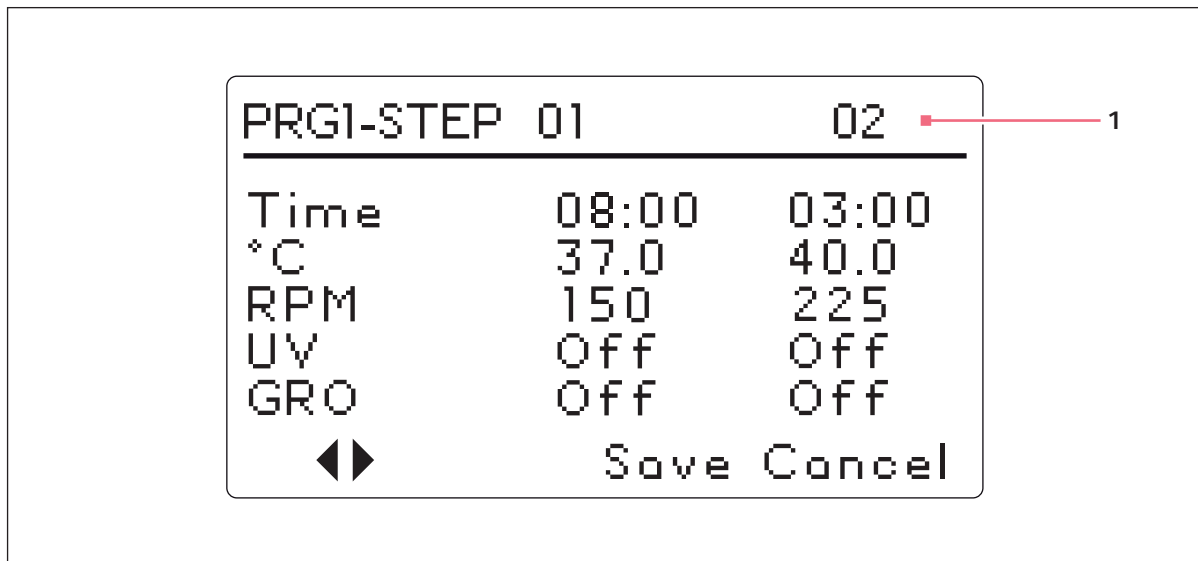

図 5-13: プログラム 1、ステップ 2
6. ここで、プッシュボタンを回して、上記の期間中、目的の温度 (4.0 から 80.0 に °C) を設定します。ボタンを左に回して、値を減らすために値を減らして値を増やします。目的の値が表示されている場合は、プッシュボタンを押して設定を保存します。ステップ 1 までに 37.0 °C の温度を設定します (参照: 図 5-13 P. 55)。
(参照：図 5-13 P. 55)。
9. ステップ 2 をプログラムするには (参照：図 5-13 P. 55)：プッシュボタンを使用して、画面の左下に矢印をマークします。プッシュボタンを押します。矢印が点滅し始めます。次に、プッシュボタンを右に回して、ステップ 2 までにします。プッシュボタンを押してこの画面で作業し、ステップ 3~10 を繰り返します。